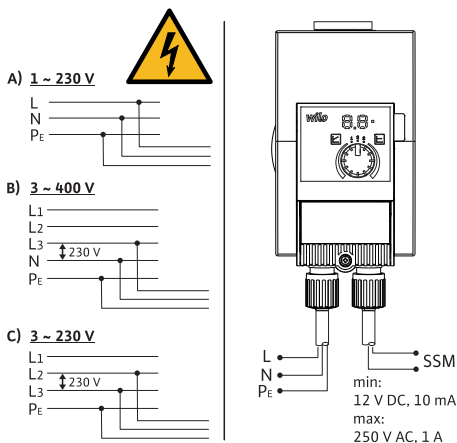

Fig. 3: Csatlakoztatási lehetőségek
- 230 V kisfeszültségű hálózatra csatlakoztassa. IT-hálózatra (Isolé Terre hálózati típus) történő csatlakoztatás esetén feltétlenül győződjön meg róla, hogy a fázisok (L1-L2, L2-L3, L3-L1 → Fig. 3) közti feszültség ne haladja meg a 230 V értéket.